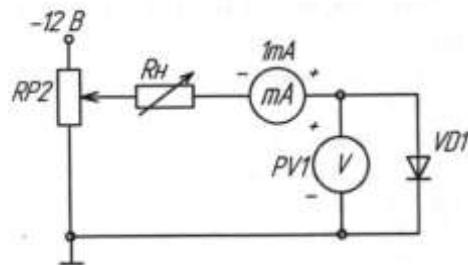

Рисунок 2.2- Схема для снятия ВАХ для прямой ветви
6) Собрать схему для снятия обратной ветви ВАХ, подключив к RP2 источник -12 В и заменив миллиамперметр, поменяв также его полярность подключения (рис. 2.2) и снять обратную ветвь ВАХ диода. Построить ВАХ диода, определить основные точки на характеристике.
д) Снять выходные статические ВАХ с помощью осциллографа. Собрать схему в соответствии с рис. 2.2. Вход У (CH2) осциллографа подключить к шунту, а корпус осциллографа соединить с общим проводом. Вход X (CH1) осциллографа подключить к коллектору. При этом переключатель развёртки осциллографа должен быть приведен в положение X/Y. Установить потенциометр RP_1 в крайнее левое положение, соответствующее минимальному сопротивлению. Включить питание. Изменять ток базы от 0 до максимума (но не более 1 мА), пронаблюдать семейство выходных характеристик; зарисовать на одном рисунке выходные характеристики для трех значений тока базы: $1_b = 0$; $1_b = 0,5 \cdot 1_{b\max}$; $1_b = 1_{b\max}$. Записать масштабы по напряжению и току. Выключить питание модуля.